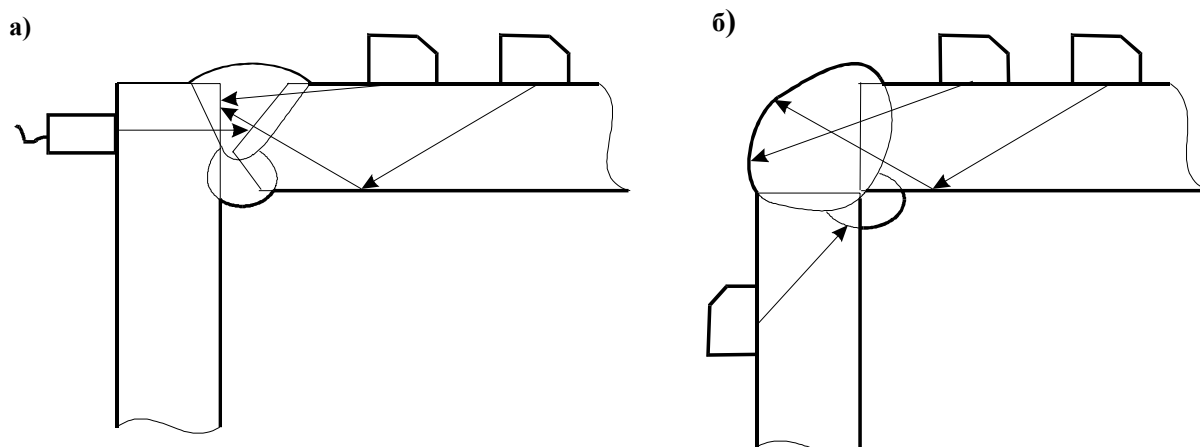

Рисунок 6.5
Угловые соединения цилиндрических сосудов и днищ контролируют, как правило, по наружной поверхности корпуса (обечайки) (рис. 6.5). ПЭП при этом перемещают вокруг патрубка. В случае недоступности контроля с наружной поверхности допускается проводить контроль по внутренней поверхности корпуса.
6.3.3 Контроль угловых сварных соединений с плоскими стенками производится прямыми совмещёнными, РС и наклонными ПЭП с углами 40, 50, 65 и 70° (см. рис. 6.5 б).